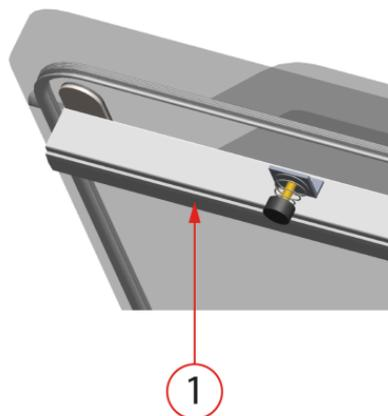

Figura 7: Sustitución de la goma de silicona de los soportes de silicona
1. Tire de la goma de silicona antigua para sacarla del soporte, consulte la *Figura 7: Sustitución de la goma de silicona de los soportes de silicona* en la página 56.